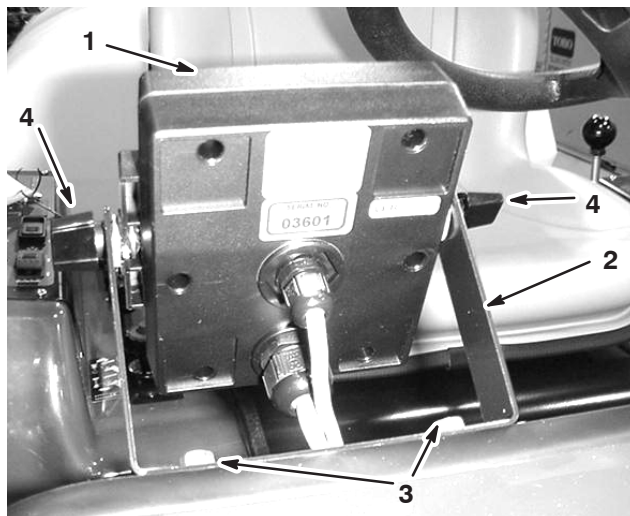

Figura 3
2. Coloque no suporte, sem apertar, os 2 parafusos de carroçaria, as anilhas de borracha e os manípulos como mostram as ilustrações da Figura 3 e 4.